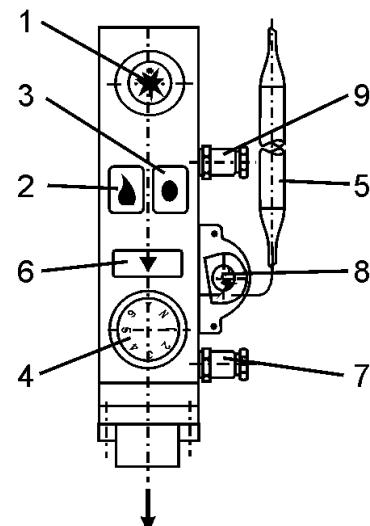

рис. 1. Газовый клапан CR 16.
- **Не используйте установку без обивки. Рабочая поверхность теплоотдачи установки поверхность крыши и передней части обивки. Эти части обозначены на рис.1. с косой заштриховкой на 45°. Обращать внимание на то, что поверхность стеклового окна может достигать 270 °C. Запрещено дотрагиваться до рабочих поверхностей во время эксплуатации и перед охлаждением установки.**
- Нажатием на кнопку зажигания (2) откройте предохранительный клапан (рис. 1). В таком положении газ подается только в дежурку (в горелку зажигания).
- Кнопку зажигания держать в течении 5 - 10 секунд нажатой до отказа, затем 2-3 раза нажать на кнопку пьезоэлектрического зажигания (1) и у дежурки загорается вытекающий газ. Кнопку зажигания нужно держать нажатой (примерно в течении 30 секунд) пока пламя дежурки подогревает термоэлемент до требуемой температуры, потом отпускать. Главная горелка зажигается полностью, если температура в окружности ниже значения, определенного установлением кнопки регулятора температуры. Этим установку привели в работоспособное положение.